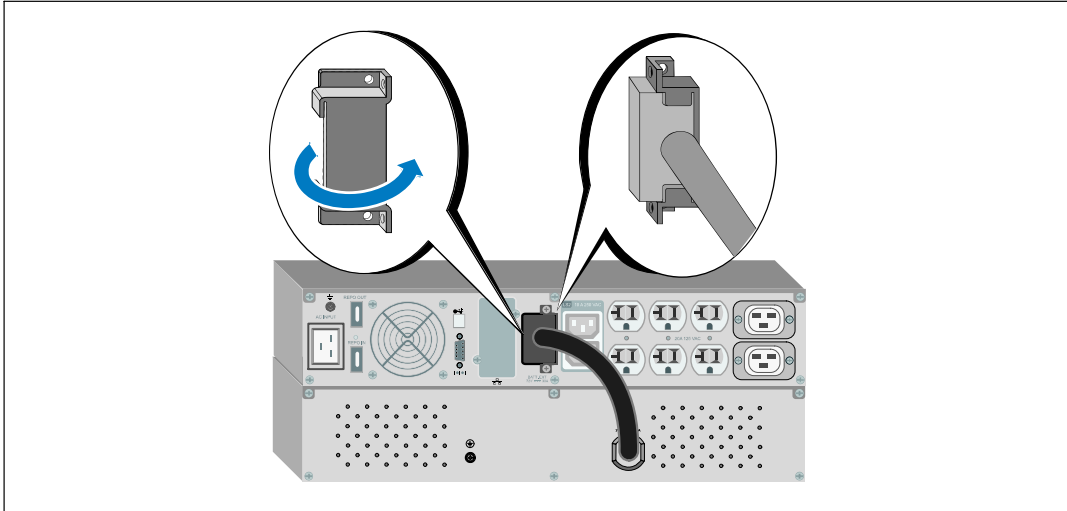

Figure 27. Installation du Couvercle du Connecteur des Batteries
- 2 Installez le couvercle du connecteur des batteries sous le câble de l'EBM pour servir de serre-câble (voir Figure 27).